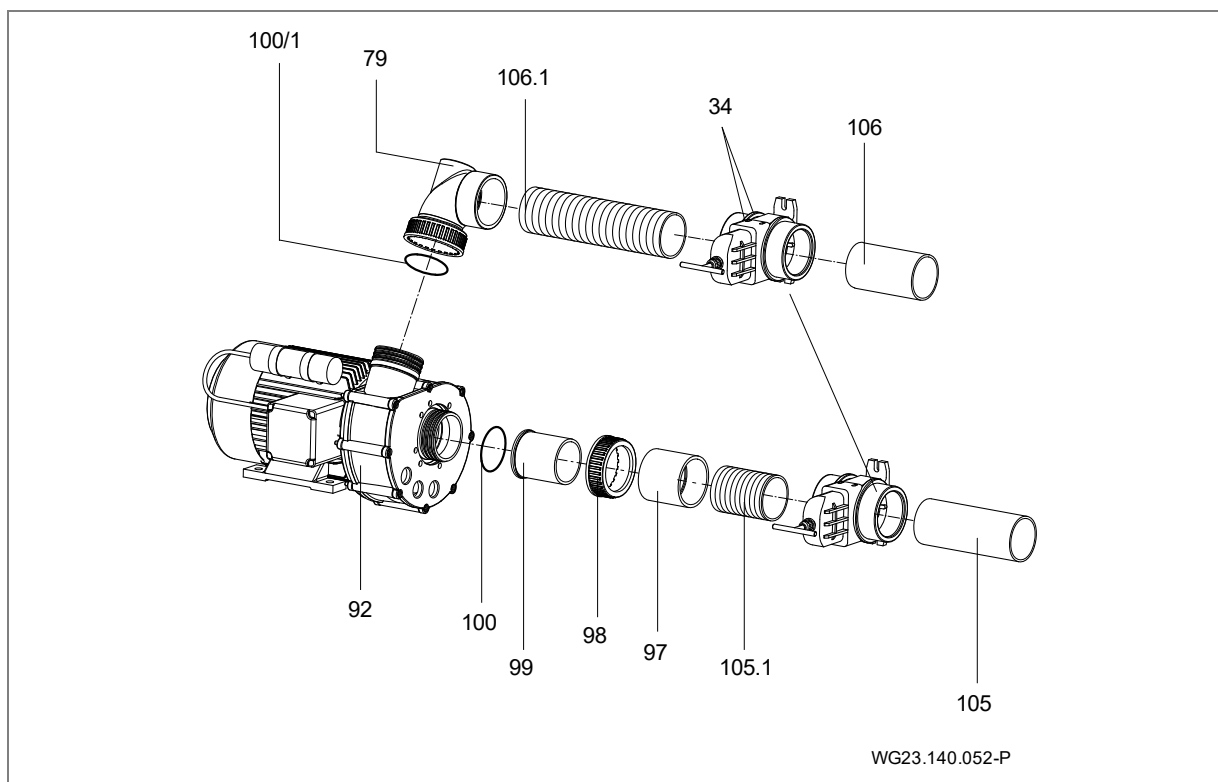

Рис. 22
12. Primavera: С помощью резинового молотка и защитной салфетки надеть колпачок регулировки количества (21/1) и воздуха (111). (Рис. 22)